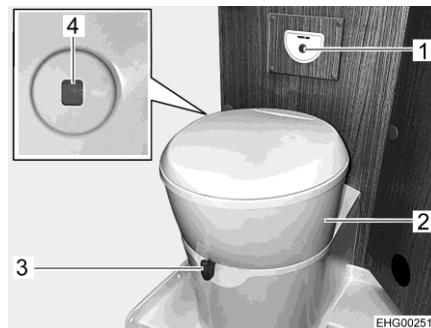

Fig. 104 Toilette
La tazza del WC può essere orientata nella posizione desiderata. A tale scopo, prendere con entrambe le mani la parte superiore (Fig. 104,2) della toilette e ruotare.
La centralina di controllo con il pulsante dello sciacquone (Fig. 104,1) è posizionata vicino alla tazza del WC.
- Prima di tirare l'acqua, aprire il cursore della toilette. A tal fine girare la leva del cursore (Fig. 104,3) in senso antiorario.
- Per sciacquare premere il pulsante blu (Fig. 104,1).
Il colore dell'indicatore di livello (Fig. 104,4) passa da verde a rosso quando è necessario svuotare il serbatoio fecale.